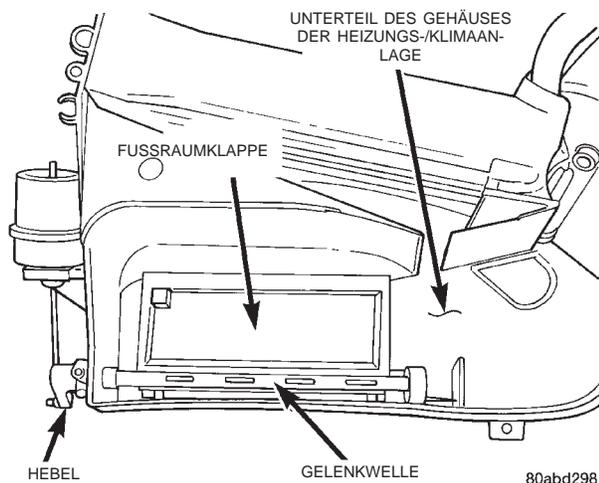

Abb. 54 Fußraumklappe
(4) In das Unterteil des Gehäuses der Heizungs-/Klimaanlage greifen und die Fußraumklappe vorsichtig so biegen, daß die Gelenkwelle der Klappe von der Öffnung im Gehäuse gelöst wird (Abb. 54).